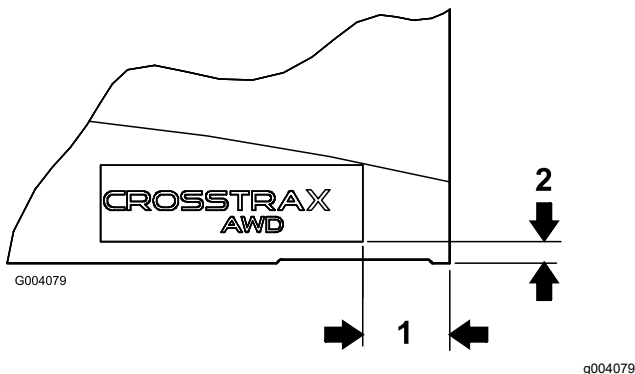

Figure 13
- En vous aidant des dimensions indiquées à la Figure 13, apposez un autocollant CROSSTRAX dans l'angle inférieur arrière de chaque côté du capot.